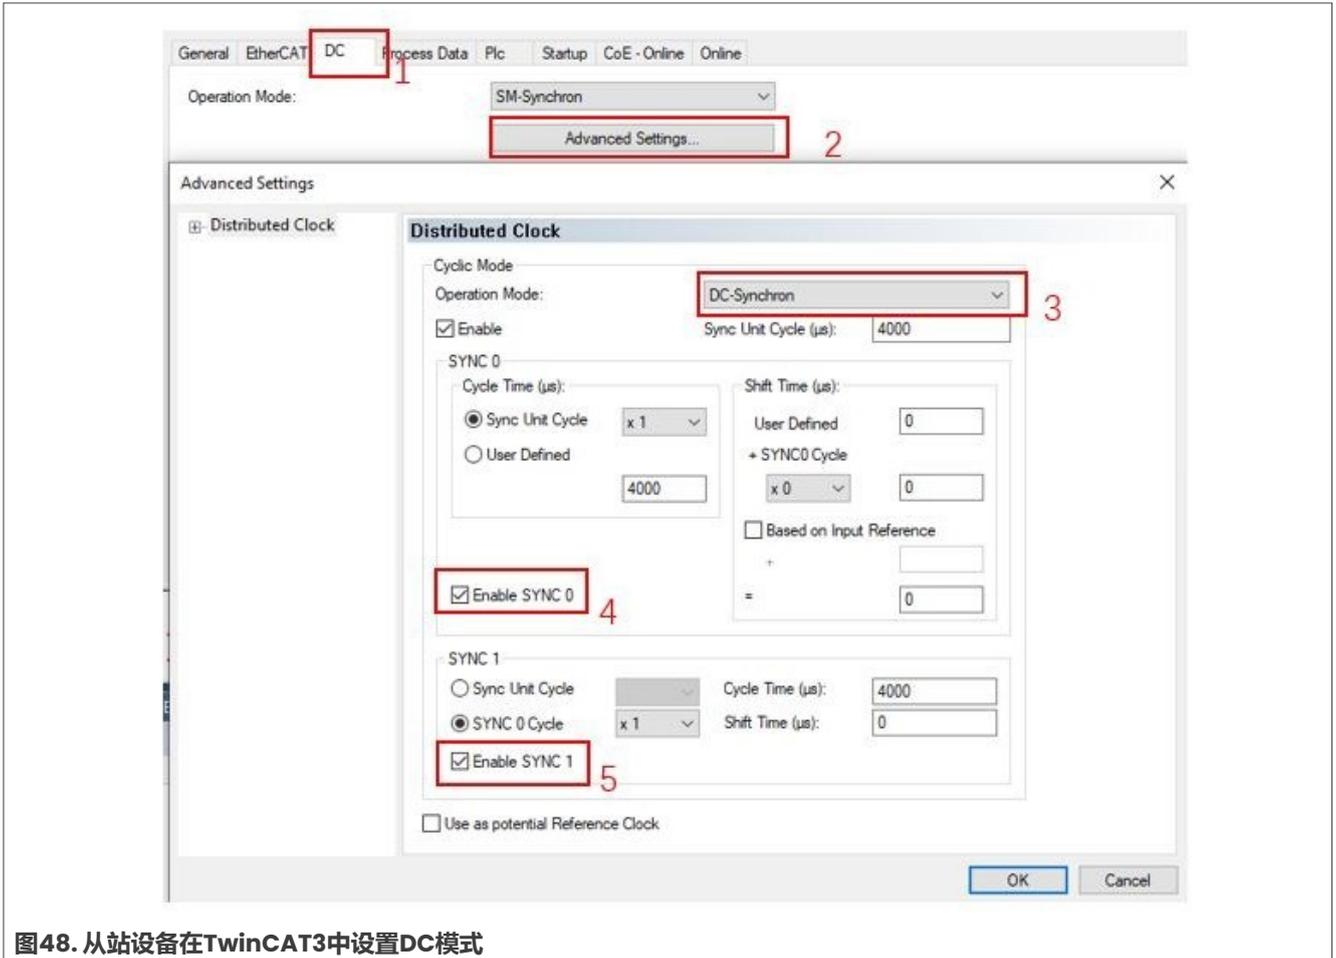

图48. 从站设备在TwinCAT3中设置DC模式
3. 在TwinCAT3中配置从站DC模式。在TwinCAT3中设置从站DC模式的步骤如图48所示。